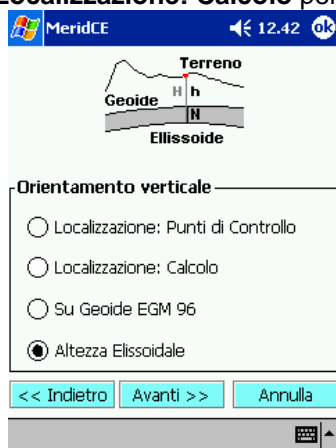

fig. 91
11. se non avete punti di quota nota potete selezionare **Altezza Ellissoidale** (fig. 91), oppure attivare **Localizzazione: Calcolo** per assegnare ad un punto battuto la quota desiderata.